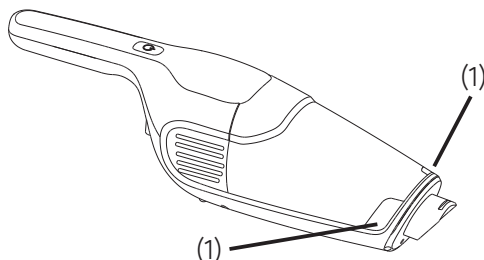

Fig. 6-1
1) Tag tilbehøret af underenheden, og tryk derefter venstre og højre udløserknop (2) på støvbeholder (1) på samme tid for at tage den af underenheden. (Se fig. 6-1)